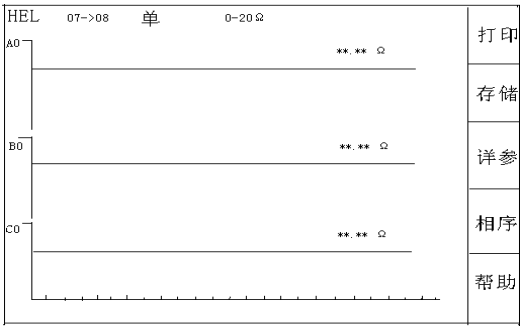

图 11
1. 按【测试】键仪器显示各路充电时情况，如图11所示，右侧变动的数据为每一路测到的电压值。当右侧变动的数据基本稳定，则充电完毕，这时按【确定】键开始测试。
屏幕画面如图11所示：表示仪器正在捕捉被测开关的切换过程，此时不想进行测试可长按【退出】键结束测试。